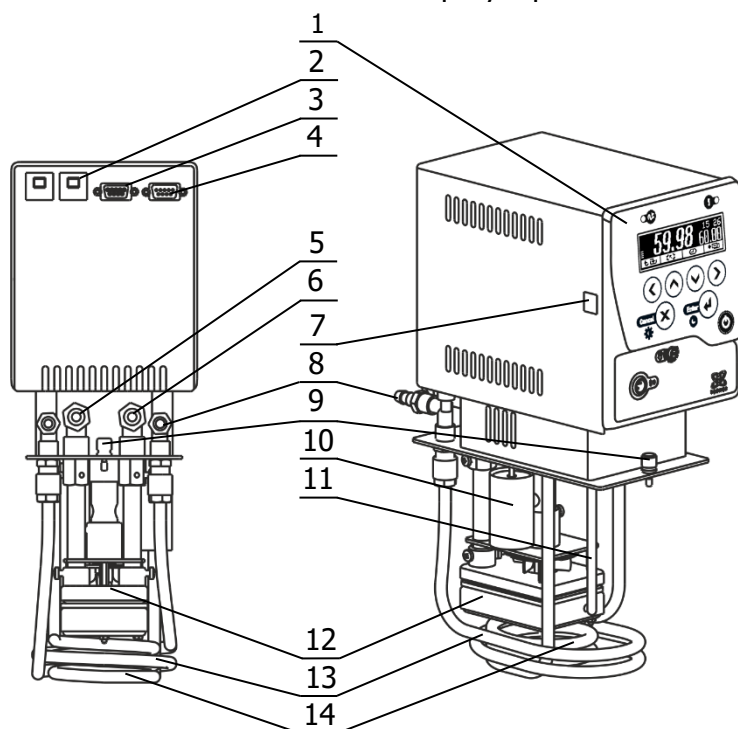

Рисунок 1 – Устройство блока регулирования
1.4.2 Работа блока регулирования заключается в поддержании заданной температуры теплоносителя, циркулирующего в ванне термостата, а также, во внешнем потребителе в случае его подключения. Циркуляция теплоносителя обеспечивается насосом 12 (рисунок 1). Подача теплоносителя внешнему потребителю производится через штуцер 6, а его возврат в ванну термостата — через штуцер 5.
Для работы термостата, не оснащенного холодильной машиной, при температурах, близких к окружающей, необходимо обеспечить дополнительное охлаждение с помощью теплообменника 13 (рисунок 1). Для этого штуцеры теплообменника 8 подключить к водопроводной сети или специальному холодильному устройству. Поток охлаждающей жидкости должен быть равномерным и, по возможности, небольшим.
2.2.2 Соединить шлангом-перемычкой из комплекта поставки входной 5 и выходной 6 штуцеры (рисунок 1) насоса блока регулирования. Закрепить шланг-перемычку на штуцерах, используя хомуты из комплекта поставки блока регулирования.